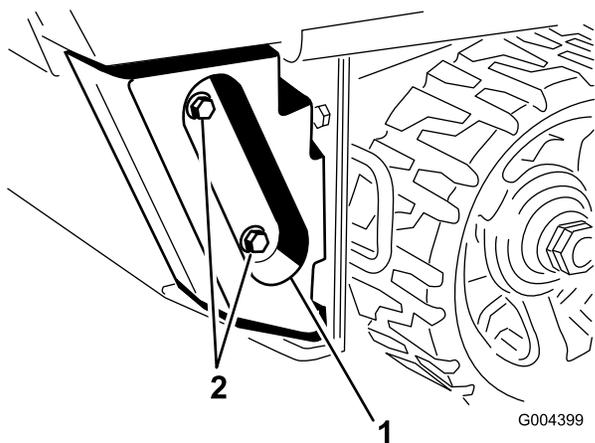

Figura 1
3. Per installare il kit su una unità motrice della serie TX 400, rimuovete i contrappesi e i loro dispositivi di fissaggio dal retro dell'unità motrice e conservateli in un posto sicuro (Figura 1)